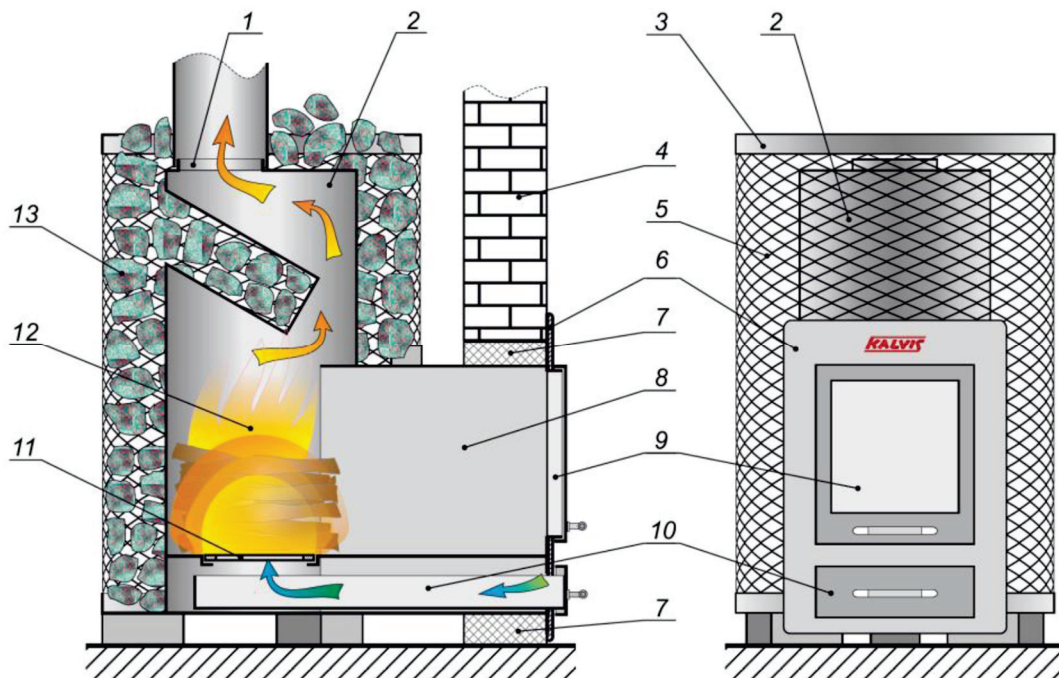
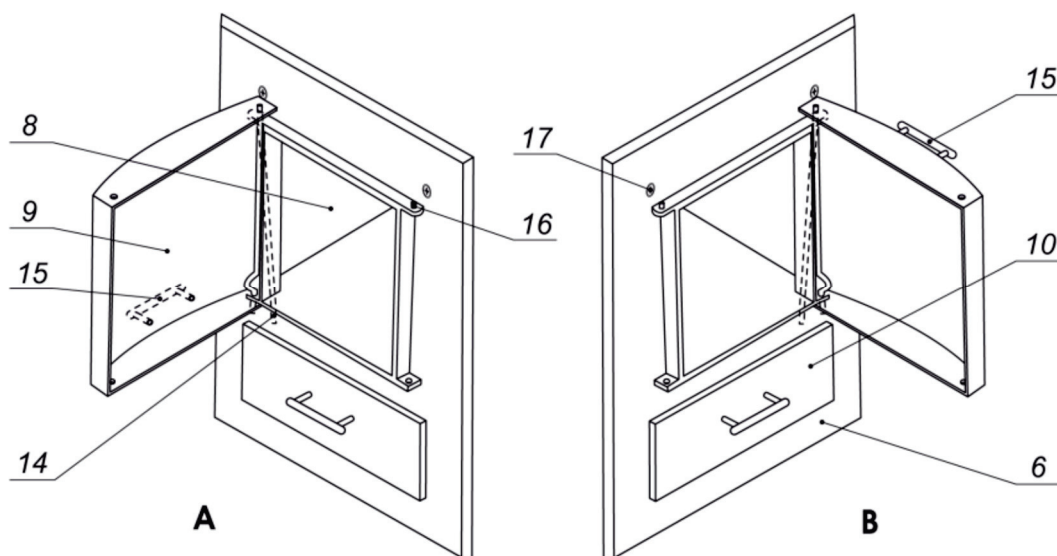

Bild 1 - Ofenaufbau
Bild 2 – Türanschlag
Das Gehäuse des Ofens (siehe Abb. 1) ist aus 4 mm starken Stahlblechen geschweißt und von einem Metallgitter (5) umgeben.
Es besteht die Möglichkeit, die Öffnungsrichtung der Feuerraumtür (9) zu ändern. Die Tür wird von der linken Seite (siehe Bild 2, Abb. A) zur rechten Seite (Abb. B) bewegt indem man sie mit dem Griff (15) nach oben dreht oder umgekehrt.
- Entfernen Sie die Tür (9) durch Herausziehen der Türscharnierachse (14) wie in Bild 2;
- Ziehen Sie die Aschekastenschublade (10) heraus;
- die Frontplatte (6) durch Lösen der vier Befestigungsschrauben (17) entfernen;
- Führen Sie den Kraftstofftank (8) durch die Öffnung in der Wand (18);
- den Spalt zwischen dem Brennstofftunnel (8) und den Rändern der Wandöffnung
- Wandöffnung mit einem nicht brennbaren Wärmedämmstoff ausfüllen (Nr. 7, siehe Bild 1);
- Verschraubung der Frontplatte (6) mit dem Flansch (8) des Feuerraumtunnels;
- Einsetzen der Tür (9) durch Auswahl der gewünschten Öffnungsrichtung (A oder B, siehe Abb. 2), indem man sie mit der Scharnierwelle (14) befestigt
- Setzen Sie die Aschekastenschublade (10) ein.
Es wird nicht empfohlen, die Steine oberhalb des Ofens zu platzieren, da sie dann nicht die für die Dampfbildung erforderlichen Temperaturen erreichen können. Um die Anzahl der Steine zu erhöhen (für eine größere Dampfmenge und eine bessere Aufrechterhaltung der hohen Temperatur in der Sauna), kann das Rauchrohr des Ofens mit Steinen bedeckt werden, und die Steine können mit einem Stahlnetz fixiert werden (siehe Bild 1).
Wenn Sie den Kaminofen zuerst im Feuerraum (12) in Betrieb nehmen (siehe Bild 1), legen und zünden Sie kleines Brennholz auf dem Rost (11) an, um den Schornstein zu erwärmen und den Zug zu verbessern. Die Tür (9) sollte zu Beginn geschlossen und die Aschekastenschublade (10) geöffnet sein.
Achtung! Das Brennholz so tief wie möglich in den Feuerraum (12) einlegen, damit die Verbrennung nur auf dem Rost stattfindet. Das Heizen im Brennstoffladetunnel (8) (siehe Bild 1) ist verboten.